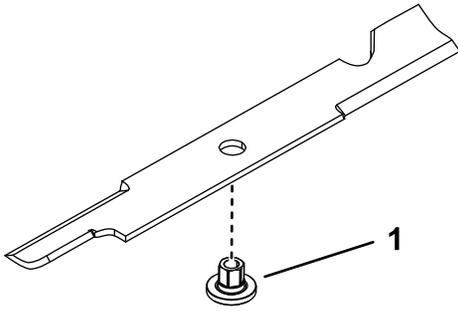

图 8
1. 通过刀片安装轴套使轴套法兰位于刀片底部草坪一侧图 8。